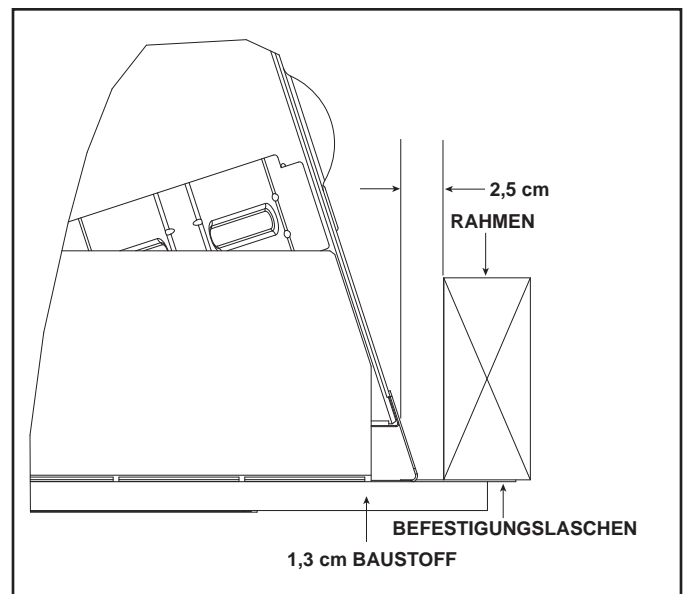

Abbildung 13.2 Vorderseitenverkleidung
2. Schrauben Sie jede Befestigungsglasche in das nebenliegende Rahmenmaterial. Stellen Sie sicher, dass der Hohlraum auf beiden Seiten des Kamins beibehalten wird. Siehe Abbildung 13.2.